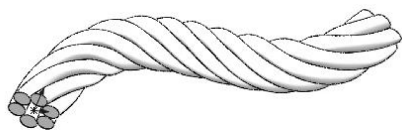

图 3-34 完成麻花绳扫描特征创建
- 07 单击【确定】按钮, 完成麻花绳扫描特征的创建，如图 3-34 所示。